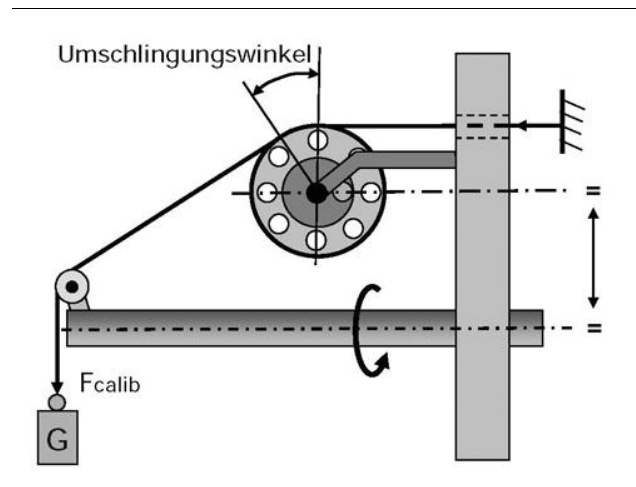

Bild 13: Kalibrierung der Messrolle
den tatsächlichen Gegebenheiten in der Maschine Rechnung trägt (siehe **Bild 13**). Falls der Materialzug in der Maschine nicht mit dem Gewichtsverfahren nachgebildet werden kann (z.B. aus Platzgründen), kann die Verstärkung wahlweise mit dem „FMS-Calculator“ berechnet und in dem Parameter „Verstärkung“ eingegeben werden. Der FMS-Calculator kann von der FMS Webseite heruntergeladen werden.
2. Materialzug durch die Gewichtskraft „G“ an Kraftmessrolle anlegen. Es ist wichtig, dass der tatsächliche Materialverlauf in der Maschine nachgebildet wird (siehe **Bild 13**).